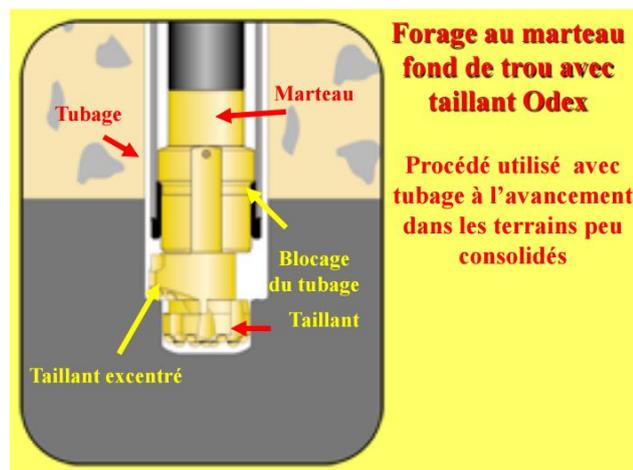

Fig. I.3 : Marteau fond de trou avec tubage à l'avancement
I.1.2.2. Forage au marteau fond de trou avec tubage à l'avancement (fig. I.3)